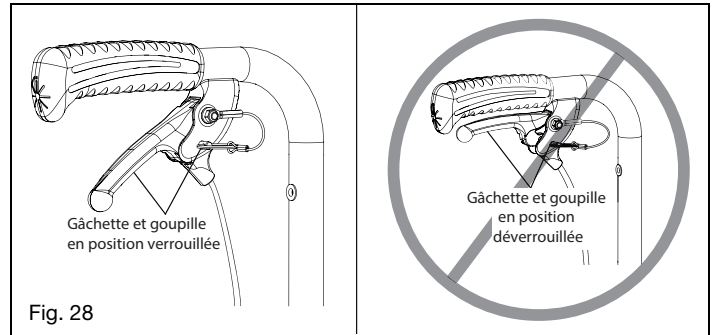

Fig. 28
- Appuyez sur le déclencheur (Fig. 28:A).
- Vissez ou dévissez le dispositif de réglage du câble (Fig. 28:B) jusqu'à ce que le jeu du câble soit éliminé de telle sorte que la gâchette ait un jeu de 1/8" (8 mm) avant de commencer à tirer le câble.
- Insérez la goupille, attachée à la gâchette par une sangle, dans le trou de la gâchette manuelle (Fig. 28).